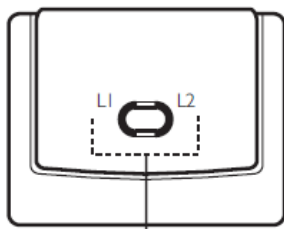

Fig. 16: LEDs do recetor
12. O led L1 do recetor, fica intermitente (Fig. 16) realizando uma das seguintes frequências: Ver a Fig. 27 para maior detalhe.